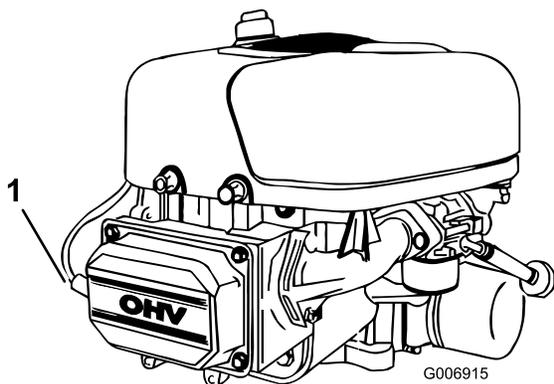

Figura 23
5. Desconecte el cable de la bujía (Figura 23).
3. Conecte el cable de la bujía (Figura 23).